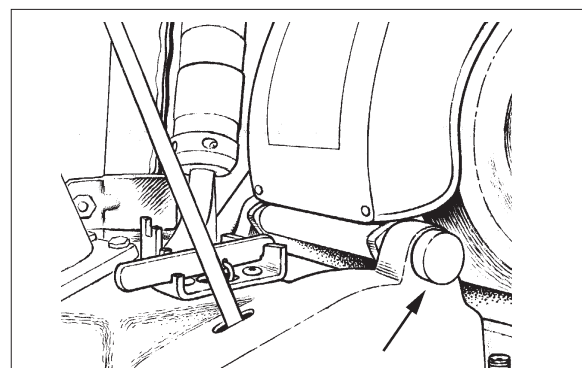

Figura 8
6. Desatornille las perillas de montaje del motor para aflojar el motor. (Consulte la figura 8)